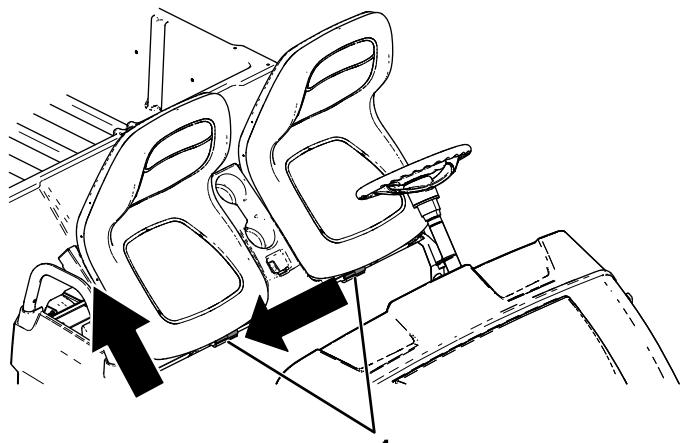

図 28
2. 座席アセンブリを横にスライドさせてピンから外して吊り上げる図 28。